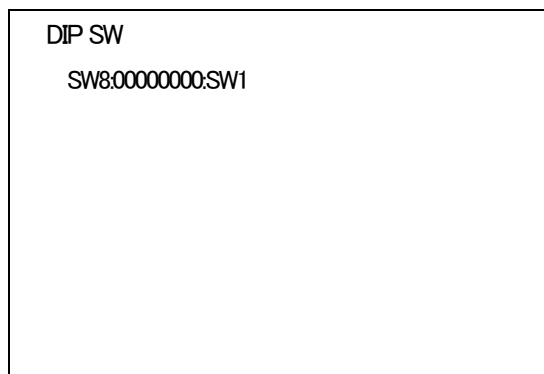

図4-12 オンスクリーンメニュー(DIP SW例)
- 1) メインメニューで「DIP SW」を選択し、**ENTER**ボタンを押すと図4-12のような表示になります。